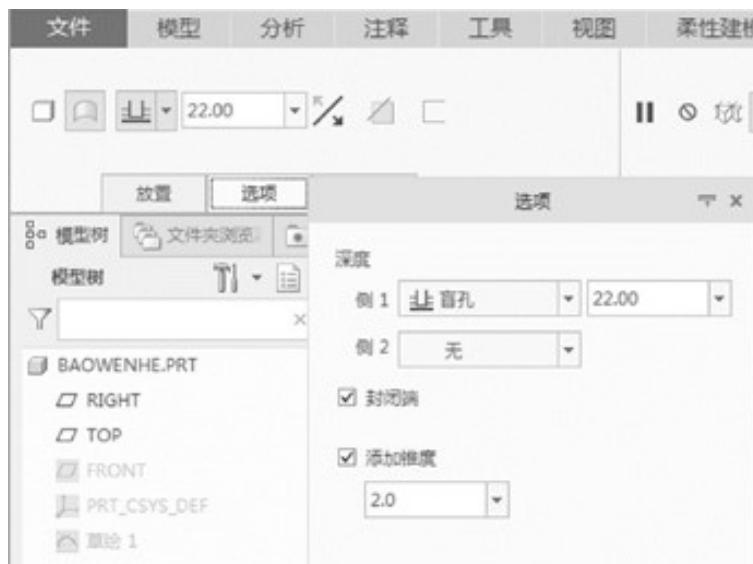

图4-3 设定“拉伸”操控板
Step 10 在“拉伸”操控板中单击“拉伸为曲面”按钮 \square ，单击“选项” \square 选项按钮，在“侧1”下拉列表中选择“盲孔”选项 \square ，设置“深度”为22mm，在“侧2”下拉列表中选择“无”，选中“封闭端”和“添加锥角”复选框，设置“锥度”为 2° ，如图4-3所示。